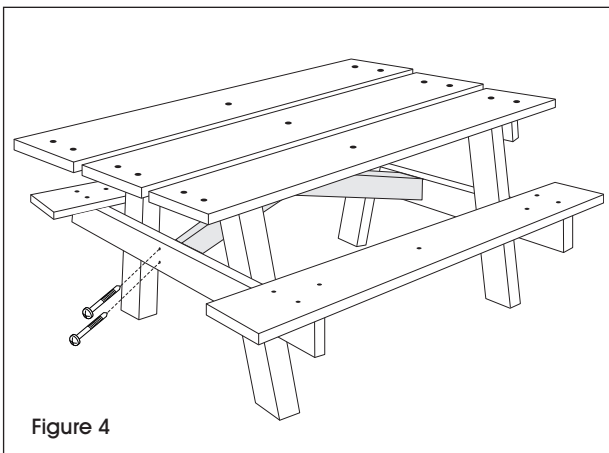

Figure 4
- Percez légèrement les supports de dessus de table (angles égaux) et fixez-les sur la partie inférieure de la table en A et au milieu, sur le support de dessus de table (angles différents) en utilisant les vis à cloison sèche de 3 po (à bien visser plus tard à l'étape 8). (Voir Figure 4)